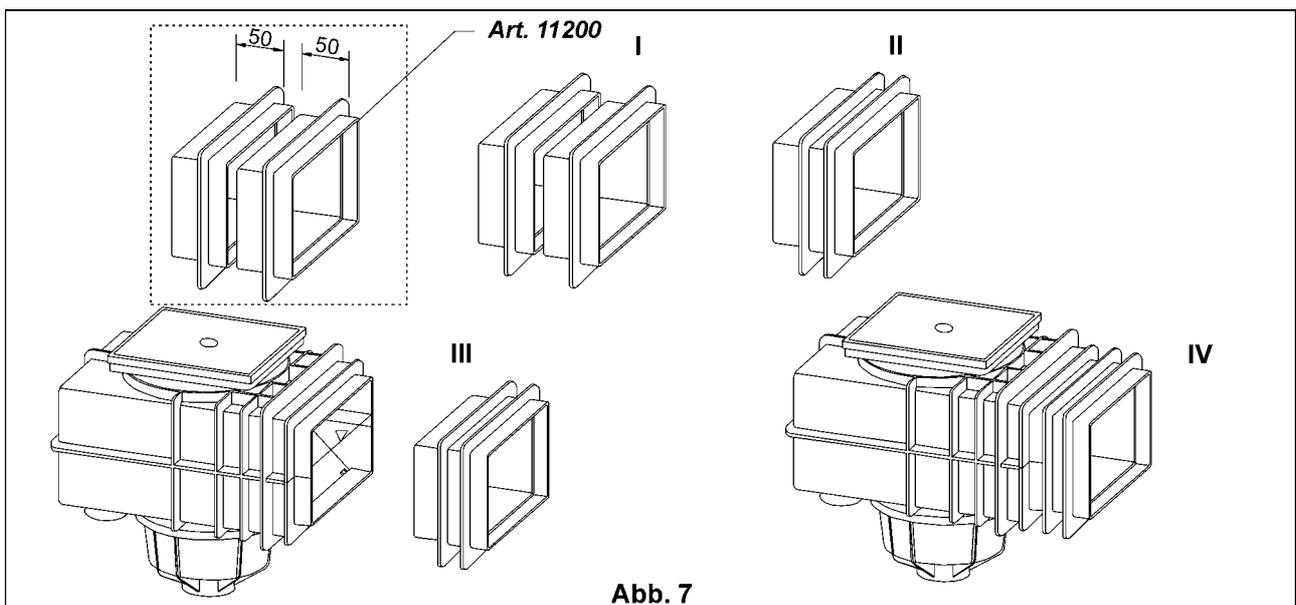

Abb. 7
2.1 Skimmerhalsverlängerung ABS weiß Art. Nr. 11200 (Abb. 7)